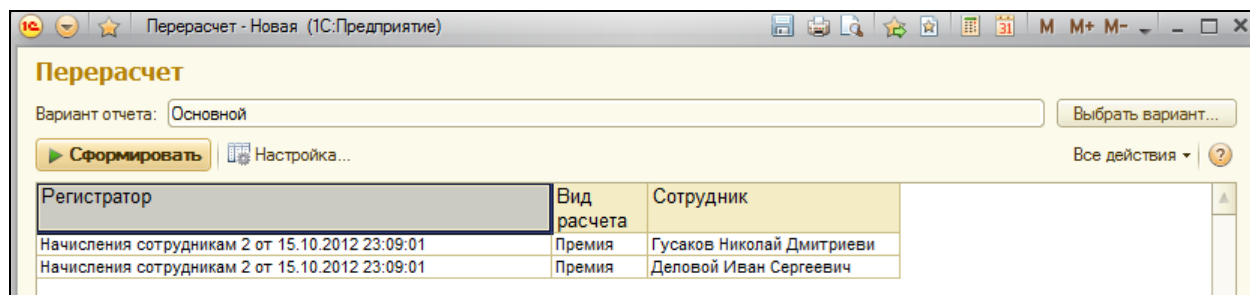

Рисунок 8.14 Отчет «Перерасчет»
10. Сформировать отчет Перерасчет (рис. 8.14).